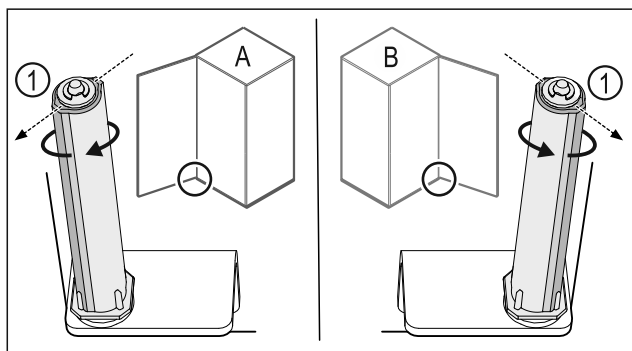

Fig. 54 Отваряне наляво (A) / отваряне надясно (B)
- ▶ Въртете затварящата система срещу съпротивлението, докато реброто на затварящата система Fig. 54 (1) сочи навън.